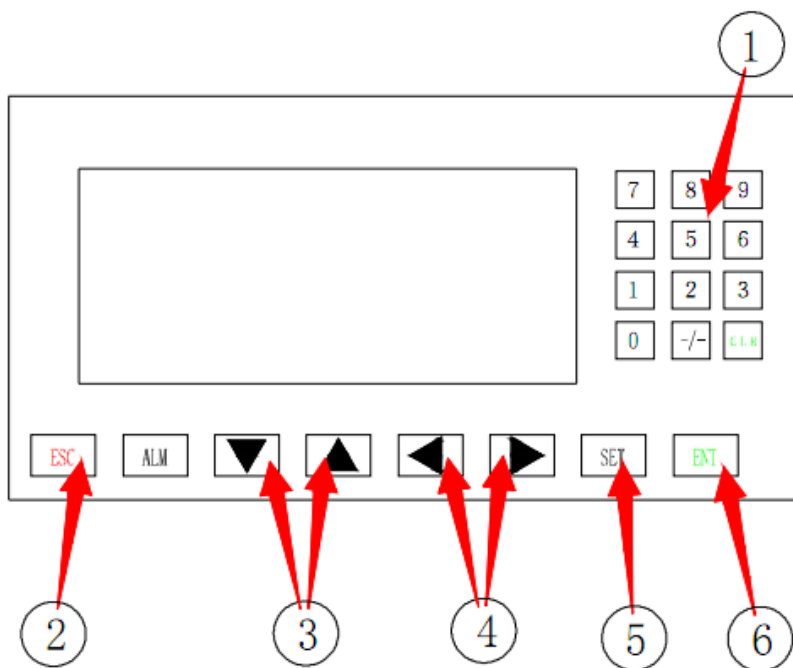

Рис. 2-24
- нажмите кнопку 2 в главном меню после запуска машины (рис. 2-24, Поз. 1);
- Нажмите кнопку (Рис. 2-24, Поз. 3), чтобы выбрать функции;
- нажмите ENT (вход) или ECS (выход) (Рис. 2-24, Поз. 6, 2), чтобы войти или выйти.